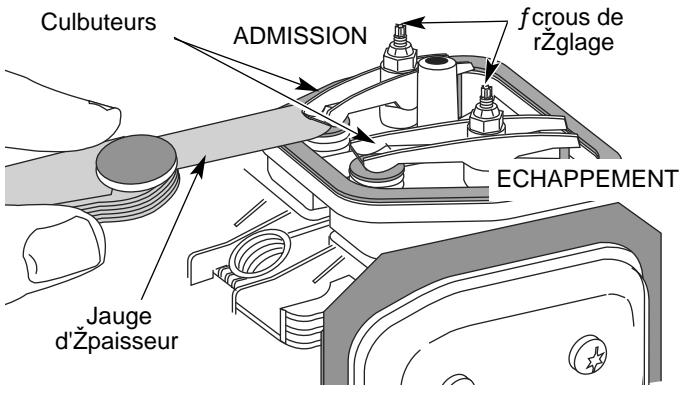

Fig. 38
9. Glissez la jauge d'épaisseur entre le culbuteur et le ressort de rappel de la soupape. Mesurez le jeu entre la tige de soupape et le culbuteur (Fig. 38). Faites-le pour les soupapes d'admission et d'échappement.
Le jeu recommandé pour l'admission et l'échappement est de 0,076 à 0,152 mm (0,003 à 0,006 po). Servez-vous d'une jauge d'épaisseur d'automobile standard de 0,127 mm (0,005 po). La jauge d'épaisseur devrait pouvoir glisser entre le culbuteur et la tige de soupape en rencontrant une faible résistance mais sans coller (Fig. 38 et 39).